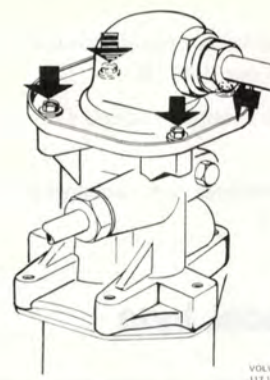

Bild 65
2. Märk upp läget för ventilhusets lock. Demontera fästsruvarna (bild 65), lyft av locket och O-ringen.